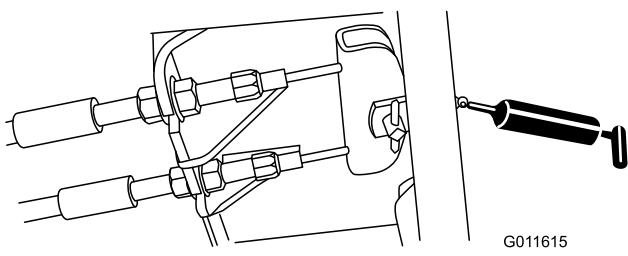

Figura 51
- Pedal do travão (1) (Figura 51)